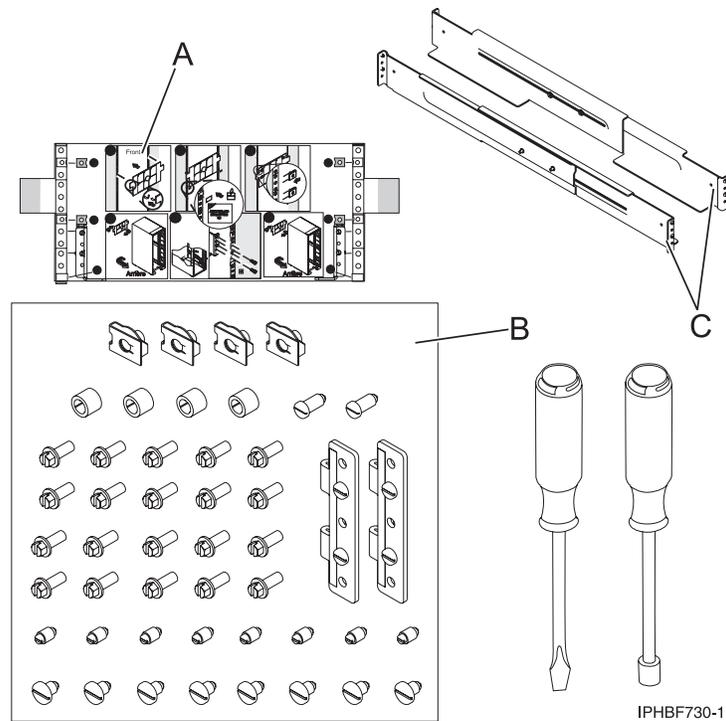

Figure 81. Inventaire des composants
3. Repérez le gabarit de montage de l'armoire (**A**), le kit du matériel de montage en armoire (**B**) et les glissières (**C**) fournis avec l'unité d'extension. Voir la figure 81, à la page 87 pour connaître les emplacements relatifs de ces éléments. Les guides sont identiques.